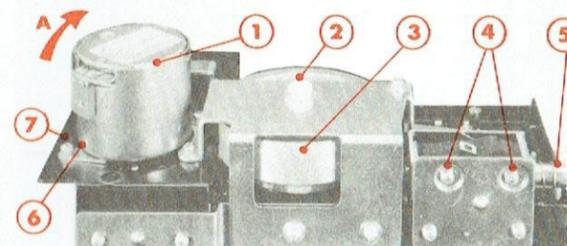
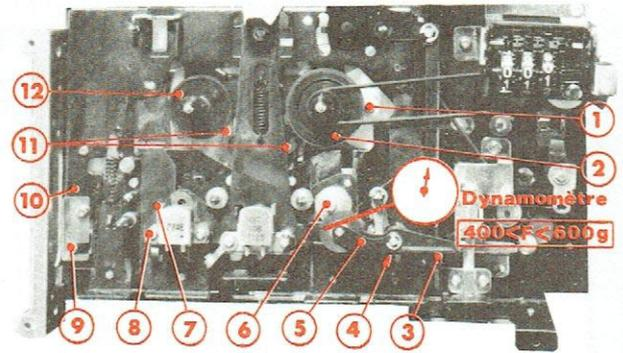
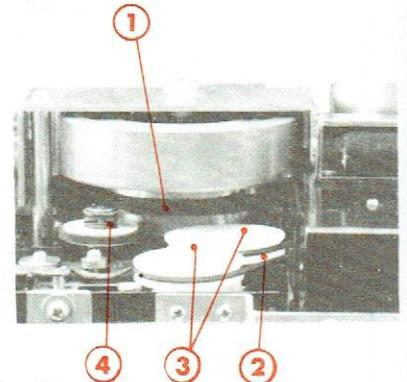

Fig. 11
Fig. 12
Fig. 13
## Q. DÉMONTAGE DU MOTEUR (Fig. 11)
### A. RÉGLAGE DU JEU AXIAL DU VOLANT (Fig. 11)
### B. CONTROLE DE LA FORCE D'APPUI DU GALET PRESSEUR (Fig. 12)
### C. RÉGLAGE DE L'ELECTRO-AIMANT D'ARRÊT AUTOMATIQUE (Fig. 11 et 12)
- Desserrer les vis (4) (Fig. 11).
- Déplacer le noyau (5) (Fig. 11), jusqu'à ce que le doigt métallique (9) (Fig. 12) entre en contact avec le châssis (10) (Fig. 12).
- Déplacer, ensuite, le corps de l'électro-aimant jusqu'à ce que l'extrémité interne du noyau (5) (Fig. 11) soit en butée.
- Bloquer les vis (4) (Fig. 11).
(Fig. 12)
## E. RÉGLAGE DE L'AZIMUT DE LA TÊTE D'EFFACEMENT (Fig. 12)
## F. CONTROLE DES COUPLES D'ENTRAÎNEMENT (Fig. 12 et 13)
- En «▶» ; la courroie (2), les poulies (3) (Fig. 13), l'axe (1) et le porte-bobine (2) (Fig. 12).
- En «▶▶» et «◀◀» ; la surface de roulement (1) du volant, la poulie (4) (Fig. 13), les poulies (11) et les porte-bobines (2) et (12) (Fig. 12).